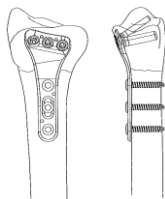

図 19
- 19) 全てのスクリュー/ピンを挿入した後、インプラントの状態を正面像及び側面像で確認し、切開した筋膜、皮下、皮膚を縫合して手術を終了します。(図 19)